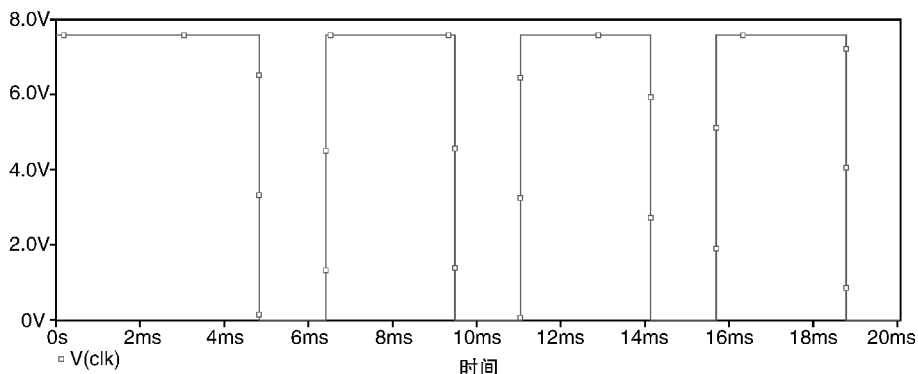

图 22.20 时钟电路输出波形
14. 时钟电路输出波形如图 22.20 所示，时钟频率为 216Hz。